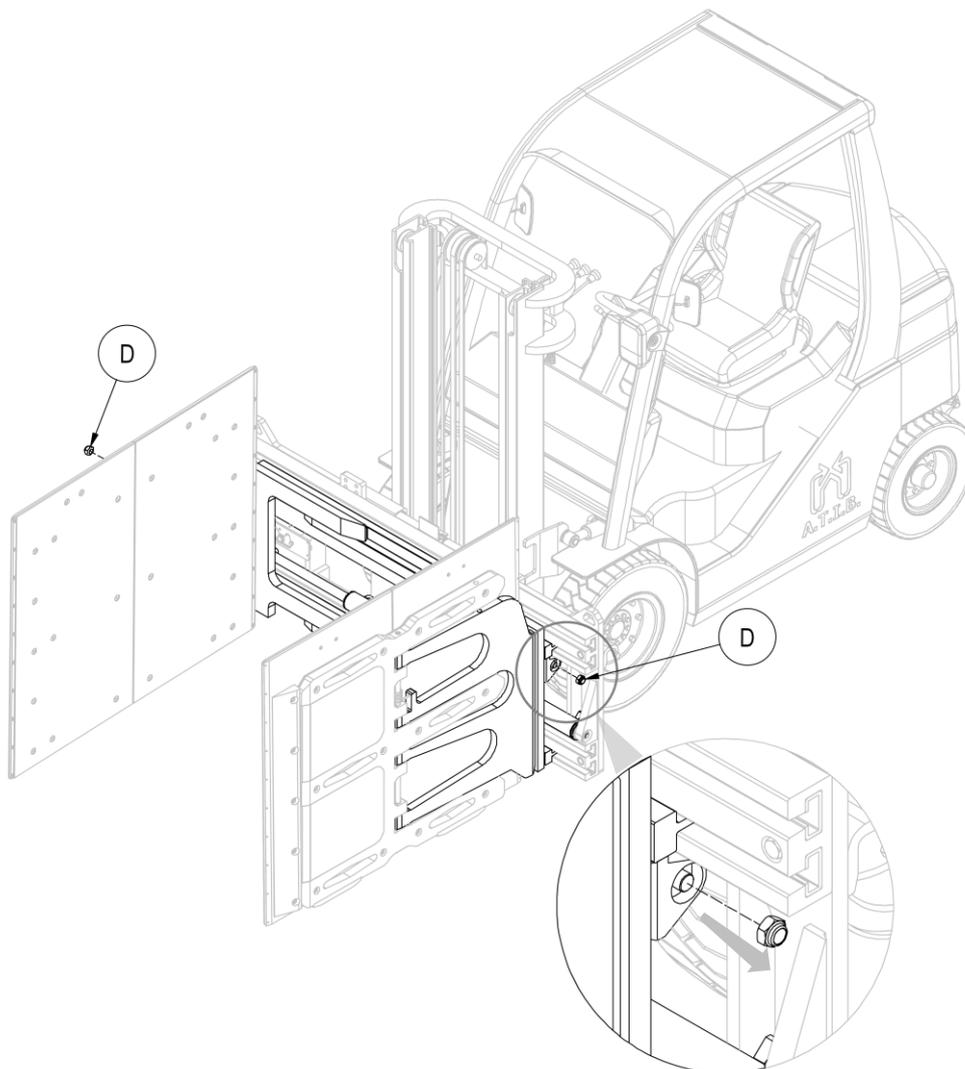

Abbildung 91
3. Schrauben Sie die Muttern **D**, mit denen die Zylinder an den Gabelzinken befestigt sind, ab (siehe *Abbildung 91*).